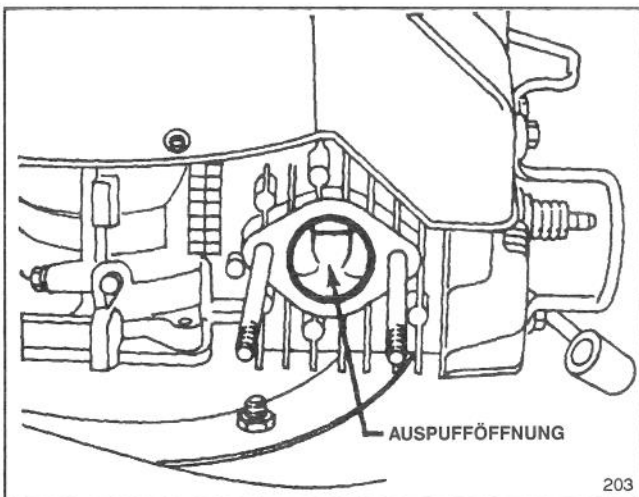

Abbildung 22
3. Zündkabel aus der Zündkerze ziehen. Langsam Seilstarter ziehen, bis Kolben Auspufföffnung verdeckt (Abb. 22).
4. Kohlenstoffrückstände rundum die Auspufföffnung (Abb. 22) mittels Hartholzschaber säubern.